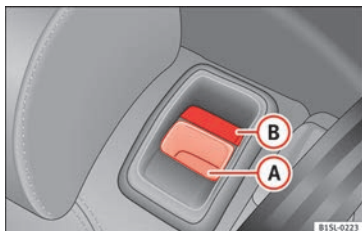

Fig. 69 Sedile posteriore: tasto di sbloccaggio **A**; contrassegno rosso **B**.
- Tirare il tasto di sbloccaggio » **fig. 69 A** in avanti e, contemporaneamente, sollevare lo schienale del sedile posteriore.